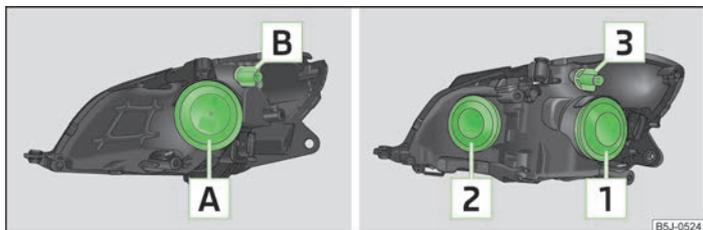

Fig. 143 Asignación de bombillas: Faros halógenos/faros proyectores halógenos
- Retirar la tapa de goma » fig. 143 de la página 176.
- Retirar la tapa de goma **1** » fig. 143 de la página 176.
- Retirar la tapa de goma **2** » fig. 143 de la página 176.
- Girar el portalámparas **B** » fig. 143 de la página 176 o el portalámparas **3** hasta el tope en el sentido contrario al de las agujas del reloj y sacarlo junto con la bombilla para la luz intermitente.
- Retirar la tapa de goma **A** » fig. 143 de la página 176 ó **2**, **2**.